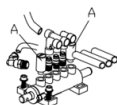

Fig. 23
2. Afloje los silenciadores de las válvulas (A) que corresponden al pedal de apertura/cierre de mordazas y al pedal del separador de talón; (Fig. 23)
3. Limpie los silenciadores con aire comprimido; reemplácelos según la lista de reemplazos si están dañados. (Fig. 23)